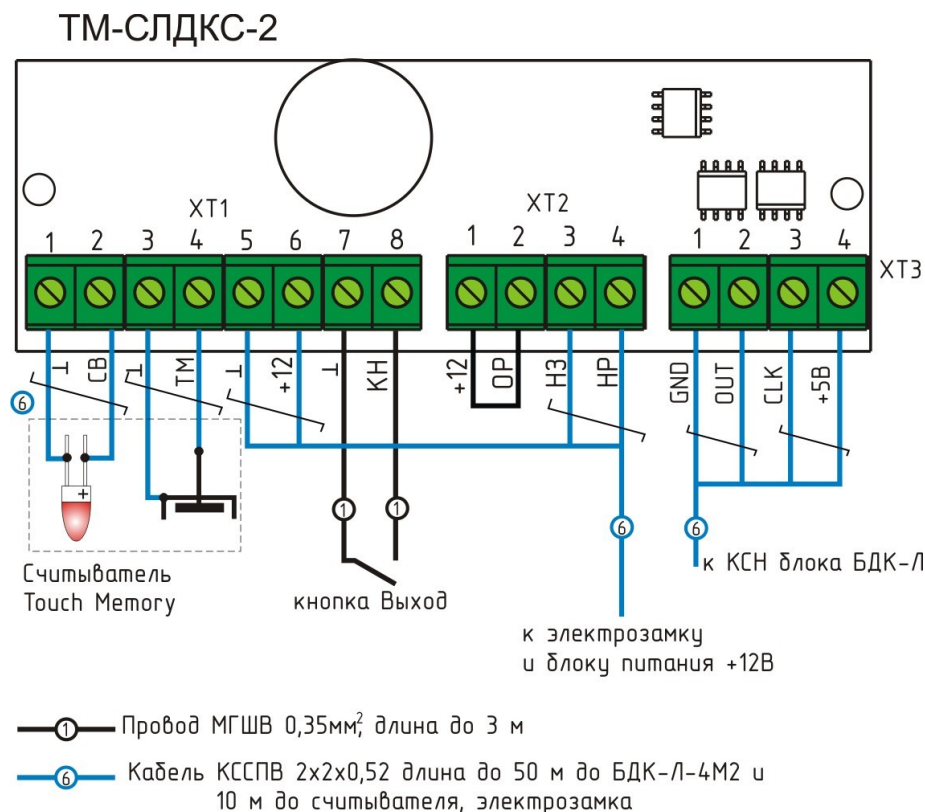

Рисунок 18 - Подключение ТМ-СЛДКС-2
5) Другой конец кабеля связи подключить к клеммам под винт разъема XT3 блока ТМ-СЛДКС-2 (рисунок 18).